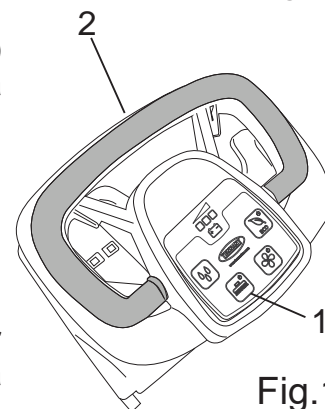

Fig.11
- Tryck på borstarnas knapp (bild 11-ref.1).
- Använd styrspaken för borsten (bild 11-ref. 2) under korta intervaller: på detta sätt kopplas borsten automatiskt på flänsens infästning. Om manövern inte lyckats, tryck igen på handtaget och upprepa centrereringen och åtgärderna på borstens kontrollspak.
- Tryck på borstarnas knapp (bild 11-ref.1) i tre sekunder. Maskinen frigör borsten automatiskt.